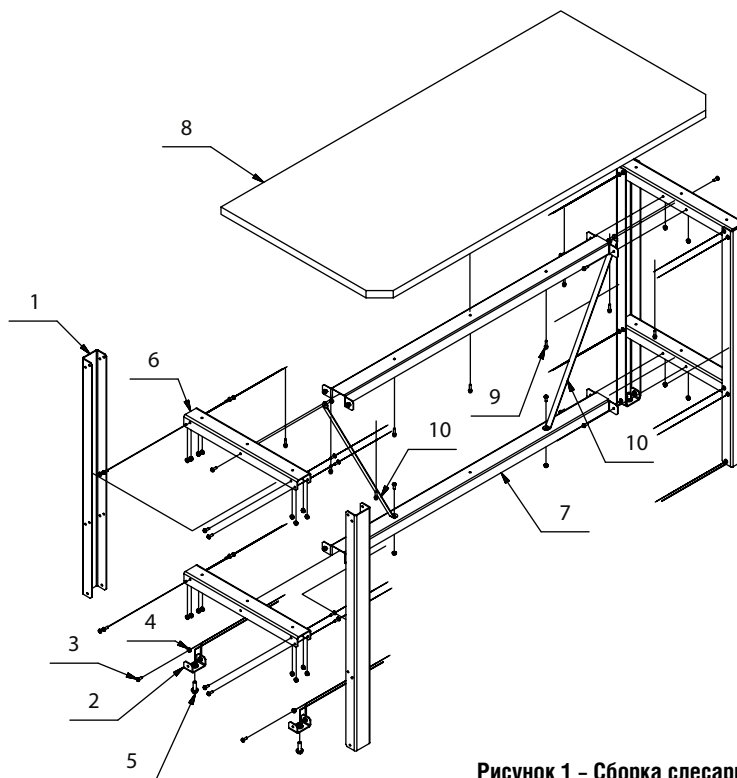

Рисунок 1 – Сборка слесарного стола
1. Произведите сборку опор верстака. Для этого возьмите стойки опор (см. рис. 1, п. 1) и закрепите на них опорные площадки (2). Используйте винты М6 (3) и гайки М6 (4). На опорные площадки установите регулируемые опоры (5).
2. Далее соедините между собой стойки опор (1) с помощью перемычек (6). Используйте винты М6 (3) и гайки М6 (4).
3. С помощью перемычек опор соедините между собой опоры стола. Используйте винты М6 (3) и гайки М6 (4).
4. Установите две укосины (10) и закрепите с помощью винтов М6 (3) и гаек М6 (4).
5. Установите столешницу на стол, выровняйте относительно основы стола, и закрепите используя шурупы 5×20 (9).